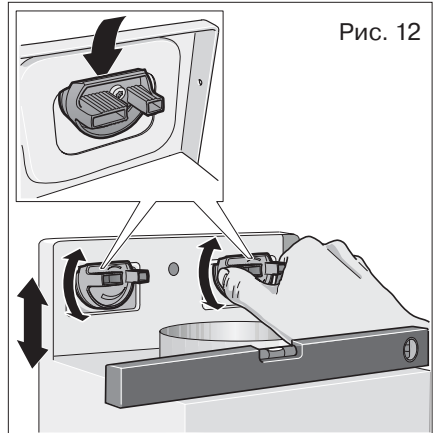

Рис. 12
8. Поворачивая опоры вправо или влево выровняйте вытяжку по горизонтали (рис. 12).